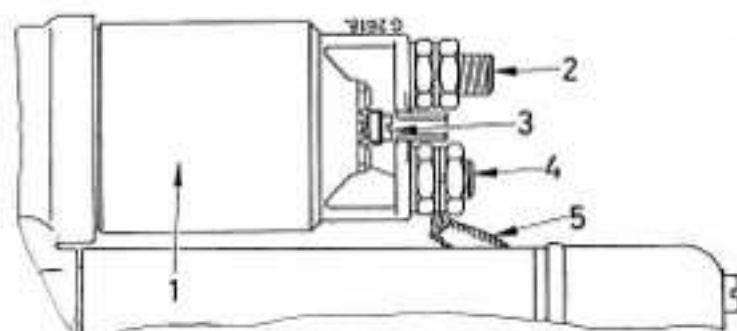

Bild 240
Voltmeter an Anschluß (3) Bild 240 und Fahrgestellmasse ansetzen.